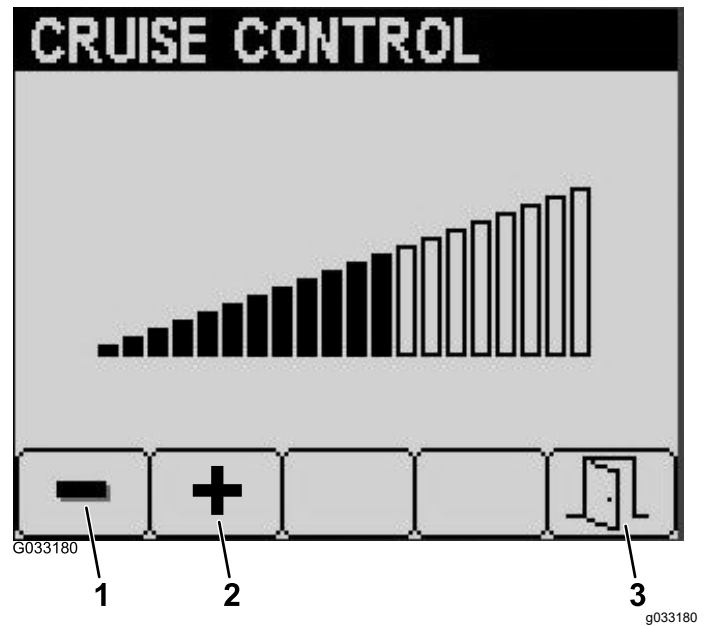

Figura 21
4. En la pantalla Control de crucero, pulse el botón 1 para reducir la velocidad del control de crucero, o el botón 2 para aumentar la velocidad del control de crucero (Figura 21).
5. Cuando haya ajustado el control de crucero a la velocidad deseada, pulse el botón 5 para salir (Figura 21).